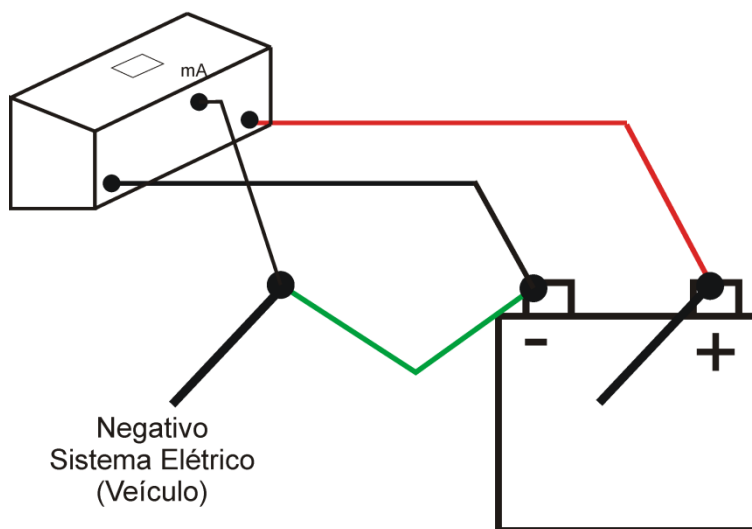

Fig. 3 – 3º Passo
- ✓ Conecte uma das extremidades do cabo auxiliar preto no analisador (borne "mA") e a outra extremidade no cabo negativo do sistema elétrico como mostra a **fig. 3**;